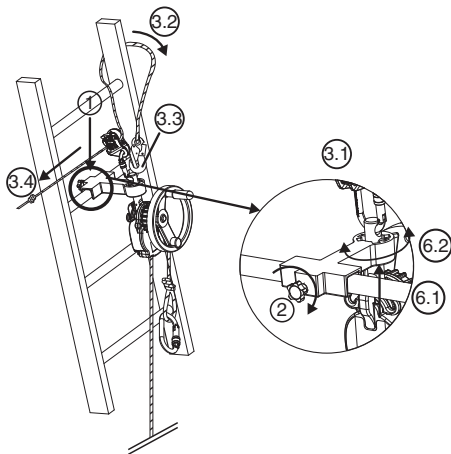

Fig. 7
6.3.3 DEROPE™-toestel UP K (Fig. 7)
1. Plaats de kleine steunconsole op het sport van de ladder in de vereiste positie om de reddingsoperatie uit te voeren, boven de te evacueren persoon (fig. 7, 1).
2. Zet de blokkeerpen van de geleiding vast aan de hand van de klemknop die zich aan de achterkant van de console bevindt (fig. 7, 2).
- Bevestig de connector van de afstelrichting LCM 05 in het bovenste gat van de verankerung (fig. 7, 3.1).
- Breng de leiriem rond het sport van de ladder boven de console door één van de steigers van de ladder te omleiden (fig. 7, 3.2).
- Koppel de connector van de leiriem aan op de connector van de afstelrichting LCM 05 (fig. 7, 3.3).
- Span de leiriem op door aan het vrije uiteinde te trekken (fig. 7, 3.4).
6. Richt het DEROPE™-toestel naargelang de behoeften en wijzig de positie van de verankerpen in de indexeerpunten (fig. 7, 6.1 – 6.2).